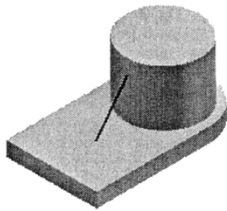
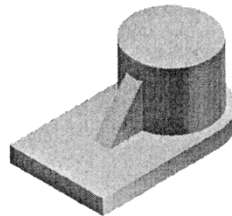
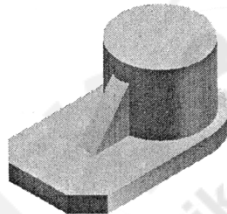

图6
图7
图8
12. 哪个命令允许由图6所示的开放的草图截面（一条直线）创建出三角形肋板（见图7）？
13. 特征状态下的哪个命令能切去图7所示立体的底板上的两个角而使立体成为图8所示的形状？